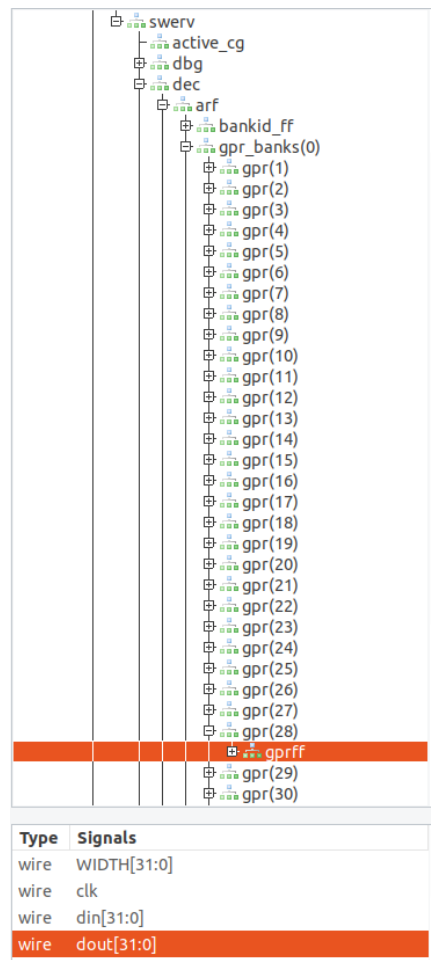

图87. 将信号**dout[31:0]**添加到图中
11. 现在添加用于保存寄存器t3（即，寄存器编号28，x28）值的信号。将**swerv**下的层级展开为**dec** → **arf** → **gpr_banks(0)** → **gpr(28)**，然后单击模块**gprff**（将按下图所示突出显示），选择信号**dout[31:0]**（用于显示**AL_Operations.S**示例中使用的寄存器x28的内容）并将其拖动到黑色“Waves”（波形）窗格中（图87）。